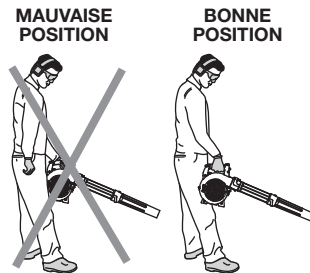

Fig. 15
**AVERTISSEMENT :** Après avoir démarré l'appareil, tenez-vous toujours du côté gauche de l'appareil pour l'utiliser, comme indiqué sur la figure 15, pour ne pas bloquer l'entrée d'air.
- Tenez la souffleuse dans la main droite.** Ne vous placez pas à droite de la souffleuse lorsque vous utilisez l'appareil (Fig. 15). Si vous le faites, vous bloquez l'entrée d'air et cela peut influencer les performances de l'appareil. Placez vous du côté gauche de l'appareil pour optimiser l'efficacité de l'appareil (Fig. 15).